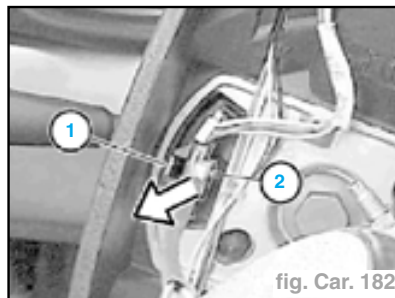

fig. Car. 182
- Presser le verrouillage (1) et débrancher le connecteur (2) (fig. Car. 182).